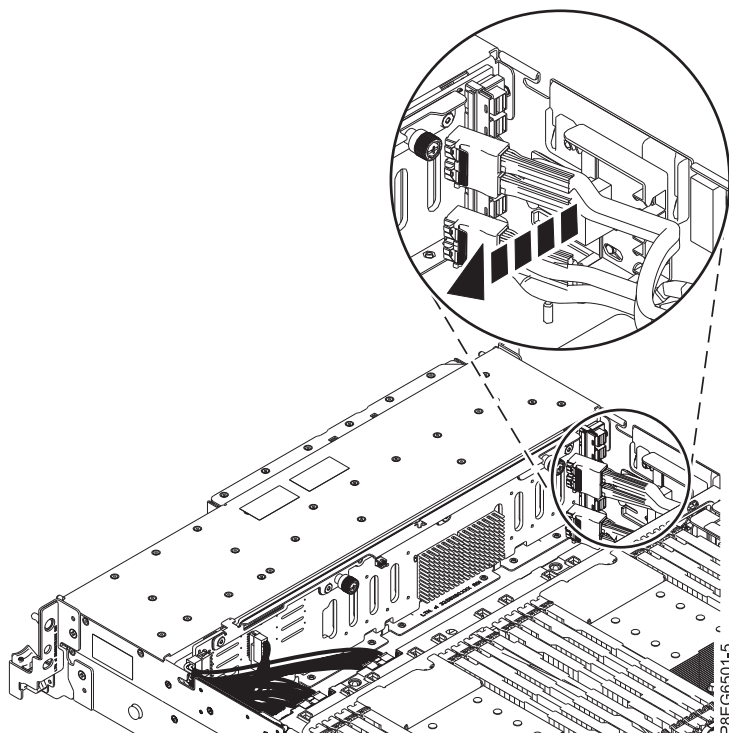

Figure 15. Retrait des câbles SAS
4. Retirez les câbles SAS avant du guide-câble sur le côté du châssis du système, comme illustré dans la figure 15.